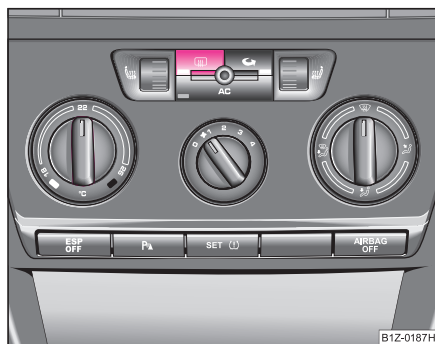

Fig. 51 Conmutador para la calefacción de luneta
- Se conecta o desconecta el calefacción de luneta pulsando el conmutador  ⇒ fig. 51 - el testigo de control en el conmutador se enciende o se apaga.